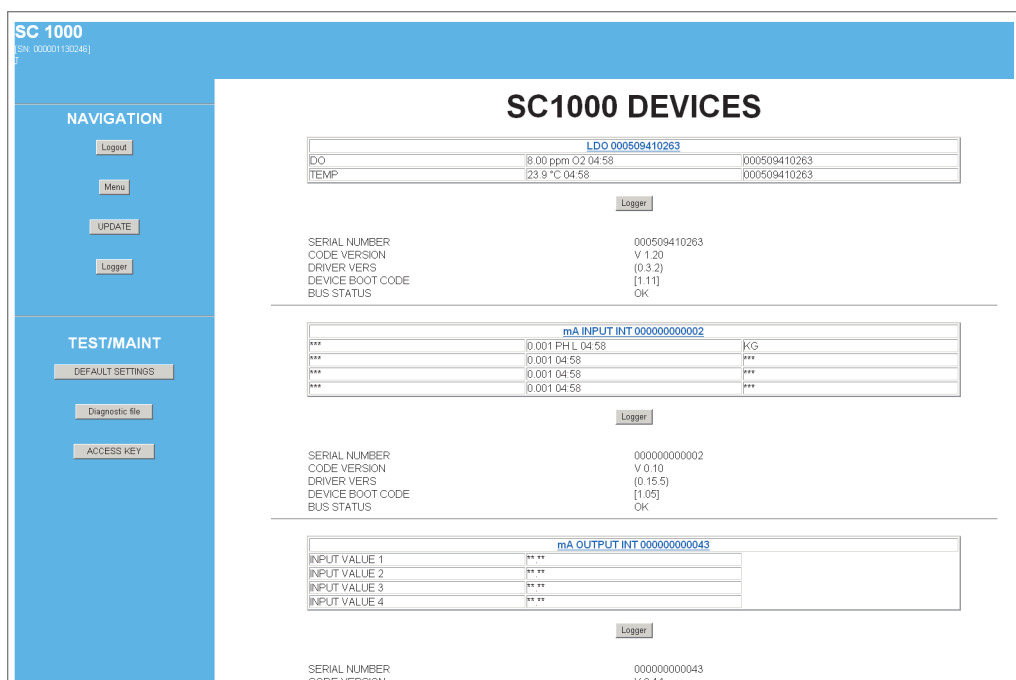

Figura 48 Ecrã Acesso browser
6. É apresentado o ecrã acesso browser (Figura 48 e Tabela 20).